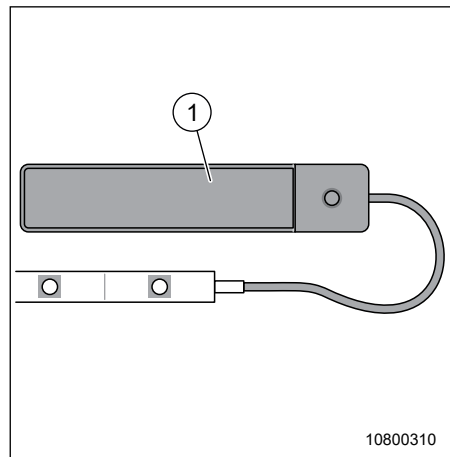

Fig. 72 Bande LED avec pile
1. Glisser le recouvrement (Fig. 72, pos. 1) vers la gauche et l'enlever.
3. Remettre en place le recouvrement (Fig. 72, pos. 1) et le glisser vers la droite.